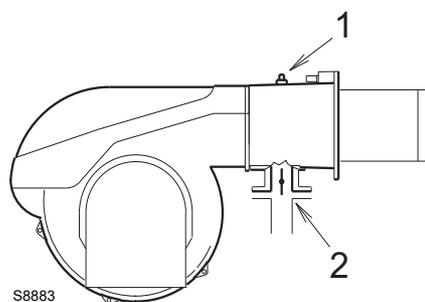

Fig. 25
Pressione del gas misurata alla presa 1)(Fig. 25), con:
Perdita di carico farfalla gas 2)(Fig. 25) con apertura massima: 90°.
- sottrarre dalla pressione del gas alla presa 1)(Fig. 25) la pressione in camera di combustione.
Per conoscere invece la pressione del gas necessaria alla presa 1)(Fig. 25), fissata la potenza massima di modulazione alla quale si desidera funzioni il bruciatore:
- Leggere sulla destra, colonna 1, la pressione alla presa 1)(Fig. 25).
pressione necessaria alla presa 1)(Fig. 25).